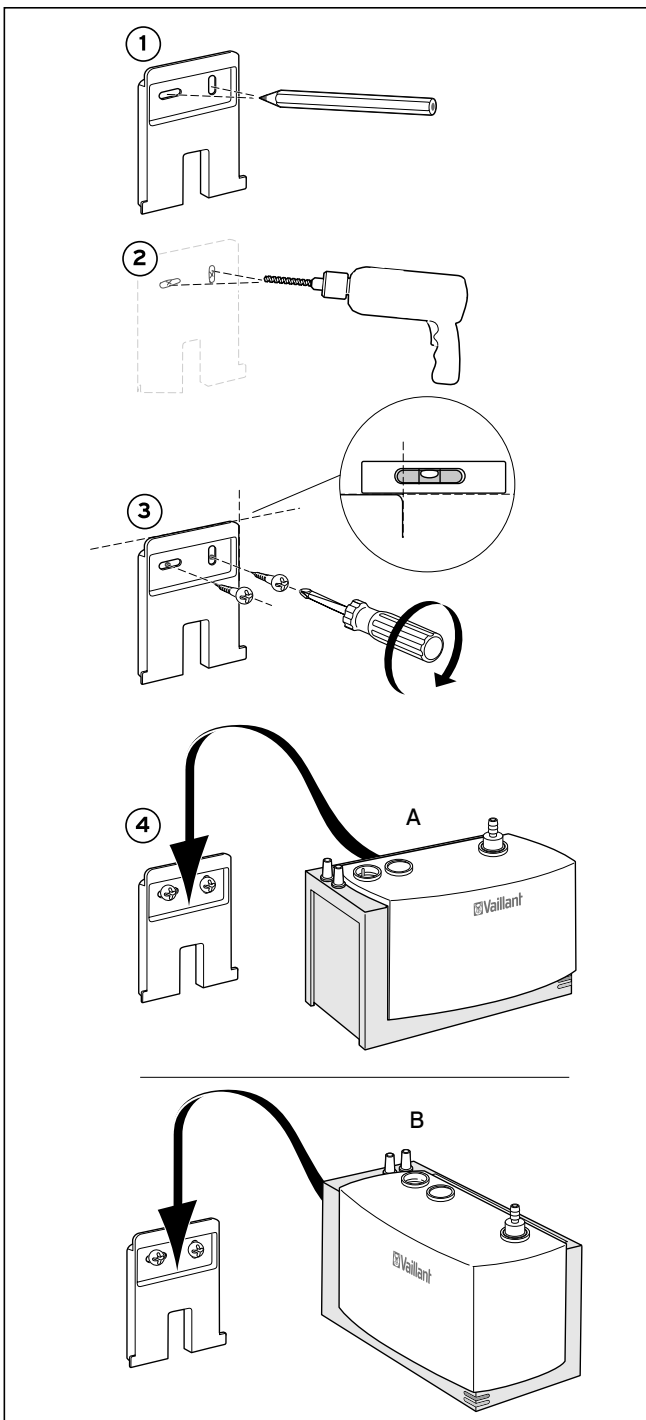

Abb. 4.2 Montage des Wandhalters
- Montieren Sie den Wandhalter gemäß Abbildung 4.2 an einer geeigneten Stelle unterhalb der Kondensat- auslaufstelle des Heizgerätes. Der Wandhalter muss waagrecht montiert werden! Verwenden Sie eine Wasserwaage!